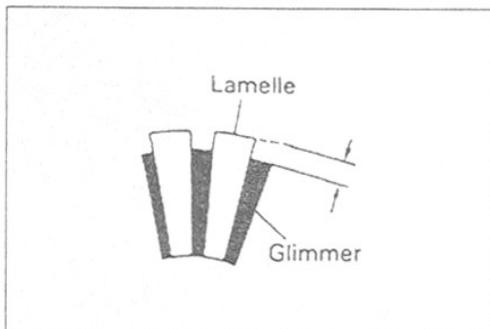

Bild 70
-  Spalttiefe zwischen einzelnen Kollektorlamellen (Glimmerunterscheidung) muss mindestens 0,2 mm betragen (Bild 70). Gegebenenfalls mit Metallsägeblatt tiefer bringen. Anschliessend mit 600er Schmirgelleinen abziehen.